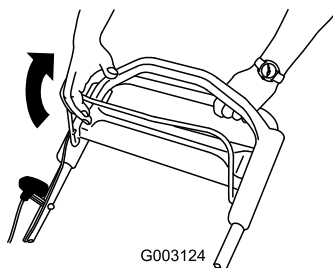

Bild 18
2. Ziehen Sie den Schaltbügel gegen den Holm (Bild 18).